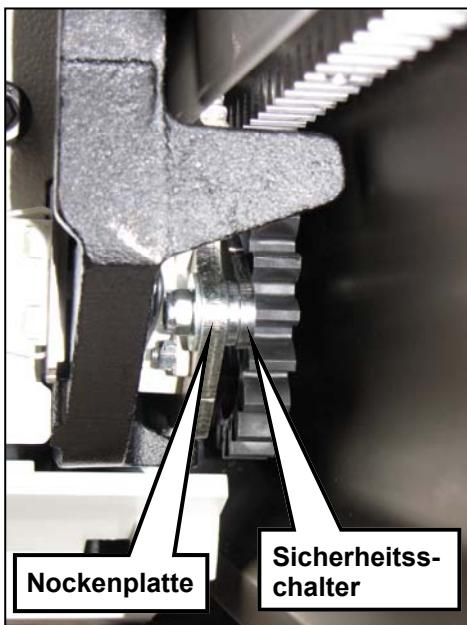

Abbildung 1
- Um den Geschwindigkeitsregler zurückzusetzen, kurbeln Sie den Treppenlift mit der Hand mittels einer $\frac{1}{4}$ Inch-Antriebsbuchse an der Handkurbelwelle des Motors nach oben, bis der Sicherheitsschalter des Geschwindigkeitsreglers deutlich in seine Fahrstellung zurückspringt, Abb. 1.